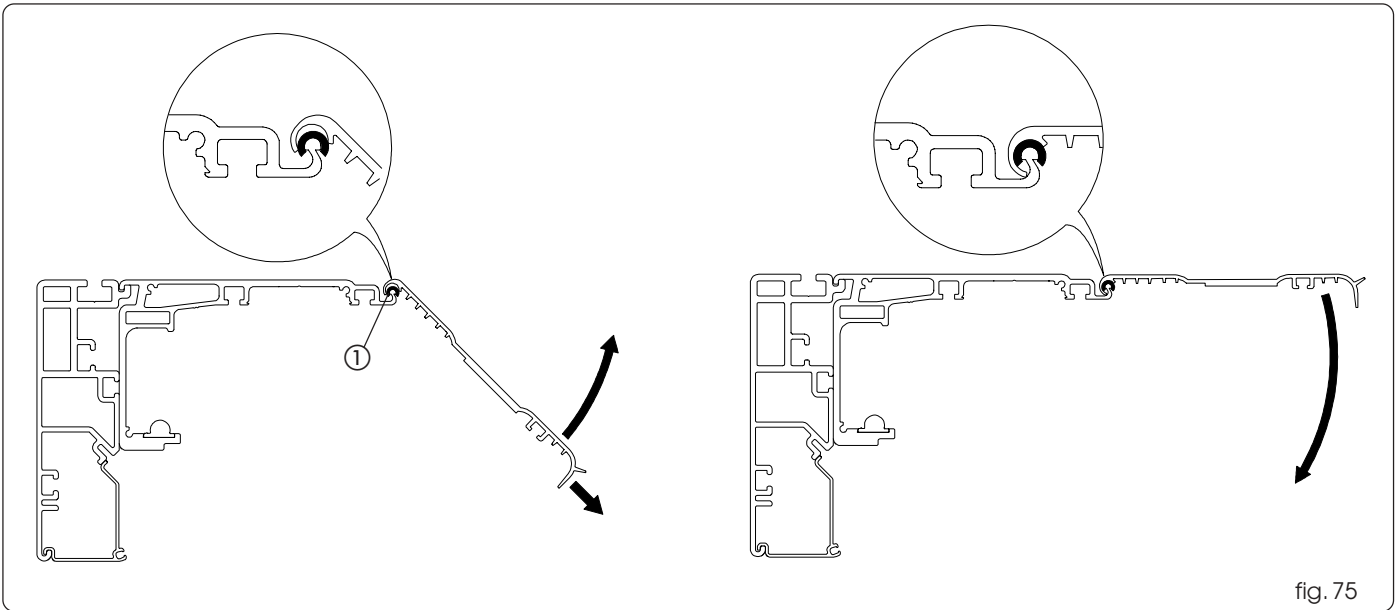

fig. 75
Monte los distanciadores antivibraciones (fig. 75 ref. ①).
Coloque el cárter de cierre en los distanciadores; tire del mismo como se indica en la fig. 75 y gírelo hacia arriba hasta que se enganche correctamente.